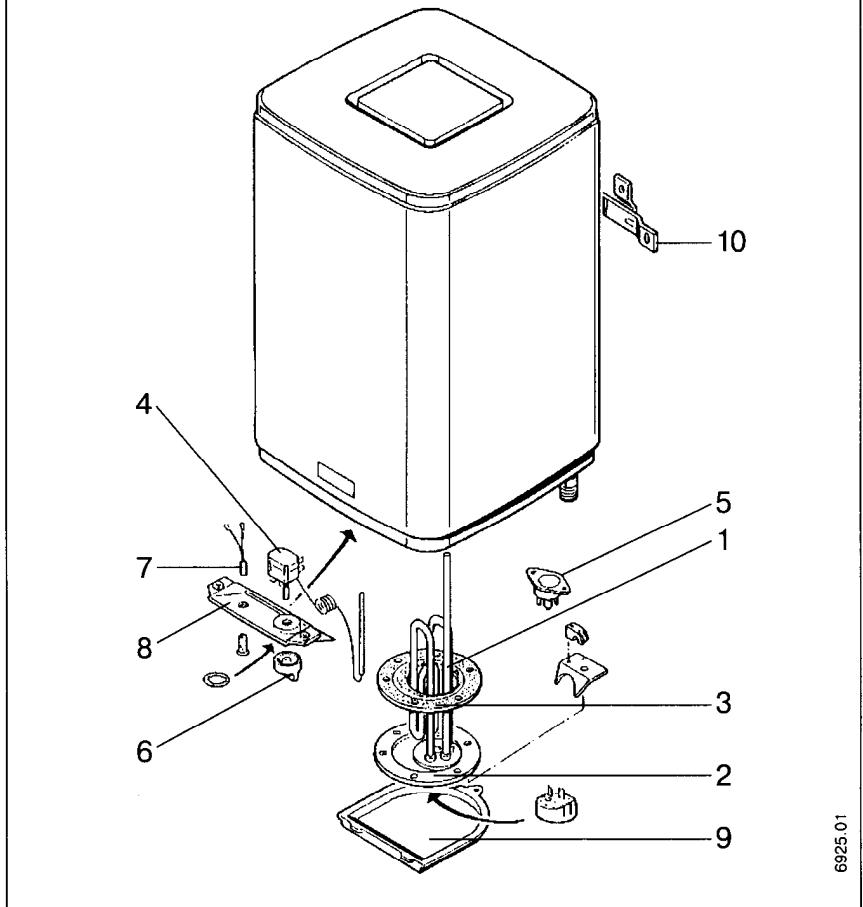

Fig. 7 / Rys. 7 / 7. ábra / Рис. 7
**PSH 30 i (Fig. 7)**
**PSH 30 i (rys. 7)**
**PSH 30 i (рис. 7)**